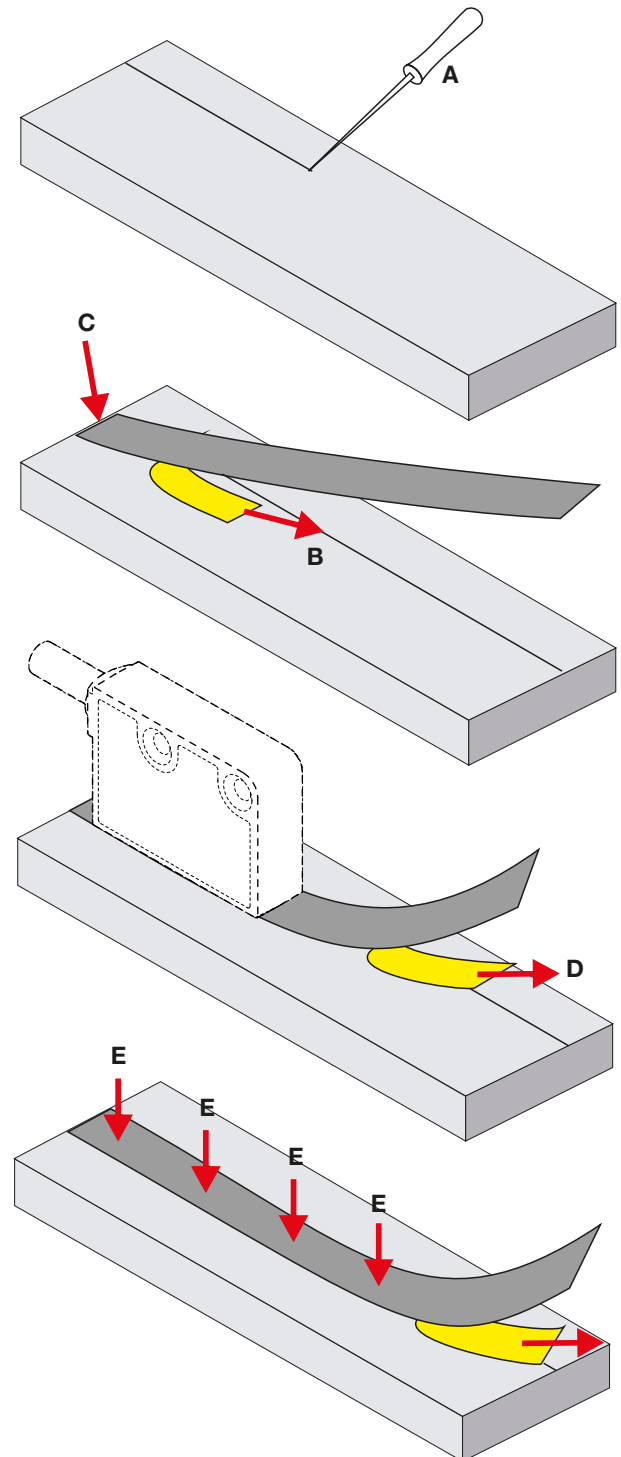

Fig. 4-4: Fissaggio del corpo di misura su una superficie piana
1. Prevedere o incidere il bordo di battuta del corpo di misura sulla parte macchina (Fig. 4-4, A).
5. Rimuovere leggermente il film adesivo di protezione all'estremità posteriore del corpo di misura (Fig. 4-4, B), allineare il corpo di misura e incollarlo delicatamente (Fig. 4-4, C).
6. Rimuovere un altro pezzo di film di protezione adesivo (Fig. 4-4, D), allineare il corpo di misura e premere leggermente con la mano (Fig. 4-4, E).